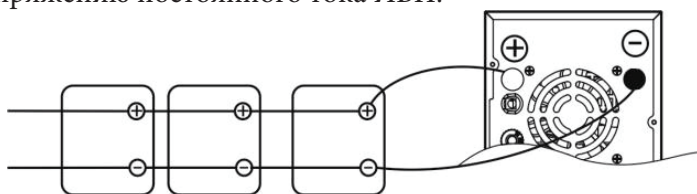
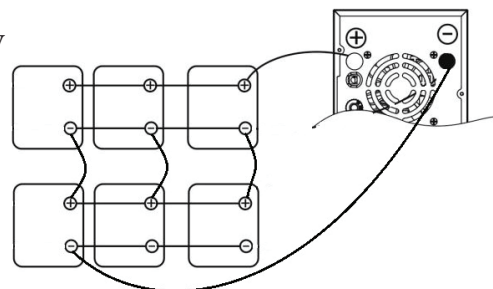

Рисунок 3. Подключение модели 1000 LI
Рисунок 4. Подключение модели 2000 LI
2) Параллельное и последовательно параллельное подключение нескольких аккумуляторов (см. Рисунок 3 и Рисунок 4):